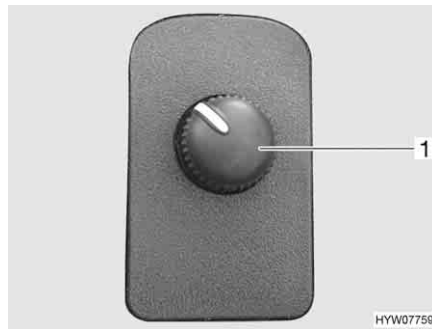

Fig. 19 Interruttore per gli specchietti esterni a regolazione elettrica
Regolazione: ■ Selezionare lo specchietto da impostare. A tal fine premere l'interruttore girevole (Fig. 19,1) verso sinistra oppure verso destra.
■ Premendo l'interruttore (Fig. 19,1) regolare lo specchietto nella posizione corrispondente.